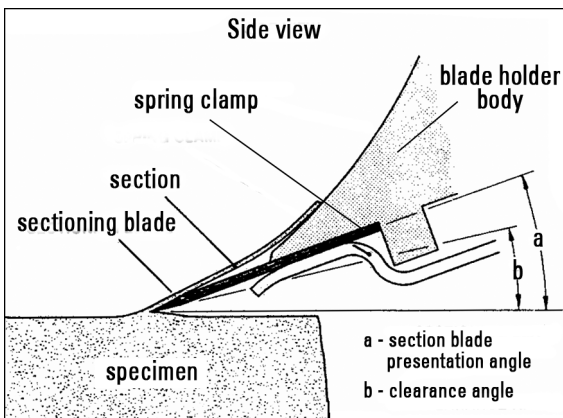

Abb. 43
- Zum Einsetzen die Klinge (54) mit dem Zeigefinger und dem Daumen an den stumpfen Enden fassen und in den Klingenhalter (55) einsetzen (Abb. 43). Den Federbügel vorsichtig loslassen - Abb. 44 zeigt die richtig eingesetzte Klinge.